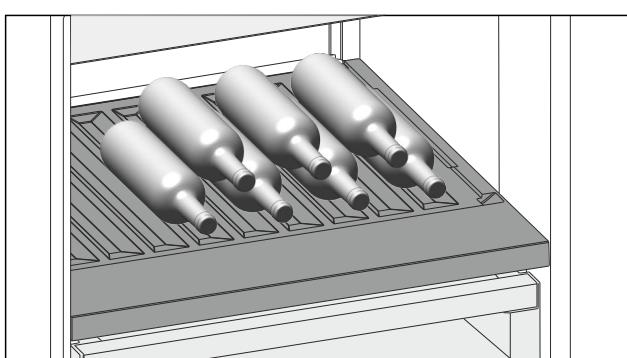

Fig. 131
- ▶ Поставяйте бутилките с дъното назад към задната стена. (вж Fig. 131)